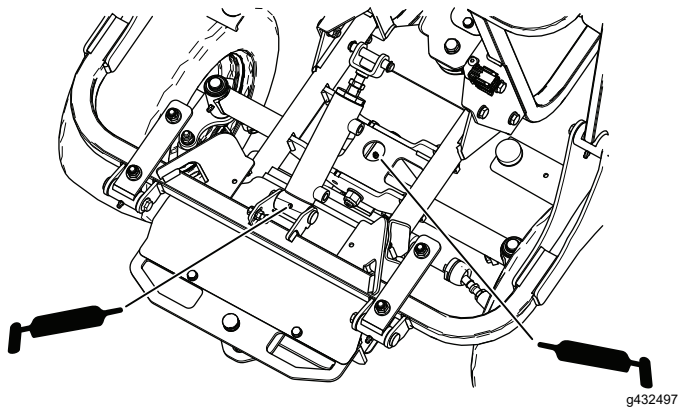

Figura 46
- Punto di rotazione del cilindro della tramoggia e punto di rotazione dell'assale posteriore (Figura 46)